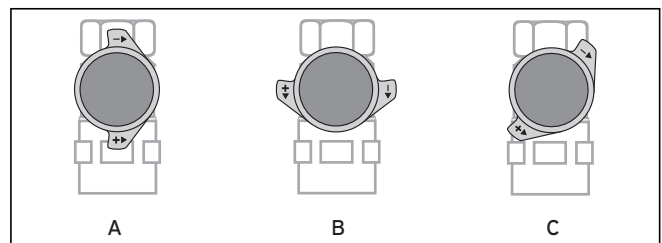

Fig. 11.3 Estación solar (25): las tres posiciones de las llaves de bola (45a y 45b) con válvulas de retención integradas
- Cubra el campo de colectores (63).
- Abra la válvula de retención (30) de la ida del colector girando el asa de la llave de paso roja (45b) con la que está combinada la válvula de retención a 45° (C en la fig. 11.3) de la estación solar (25). De esta forma, la válvula de retención está inactiva (bloqueada) y el líquido puede fluir en ambas direcciones.
- Conecte la manguera de vaciado del dispositivo de llenado con la válvula de llenado y vaciado (58c) a la estación solar (25) e introduzca el otro extremo de la manguera en el bidón lleno de líquido solar Vaillant.
- Cierre completamente la llave de paso del retorno (45a) de la estación solar con el asa azul (B en la fig. 11.3, a 90°).
- Purgue el circuito del colector abriendo todos los purgadores manuales hasta que deje de salir aire. Preste especial atención al purgado de los acumuladores VIH S 120 y 150 (5a), de las hileras de colectores (63) y de la bomba del circuito del colector (KOL1-P).
- Cierre la válvula (58c) y deje funcionar la bomba de llenado hasta que el manómetro (70) indique la presión de funcionamiento (≥ 2 bares, según la planificación de la instalación solar correspondiente).
- Abra completamente la llave de paso (45a) de la estación solar con el asa azul (A en la fig. 11.3, a 0°). De este modo, la válvula de retención combinada con la llave de paso también está activa (desbloqueada) y el líquido sólo puede fluir en una dirección.
- Abra completamente la llave de paso (45b) de la estación solar con el asa roja (A en la fig. 11.3, a 0°). De este modo, la válvula de retención combinada con la llave de paso también está activa (desbloqueada) y el líquido sólo puede fluir en una dirección.
- Asegúrese de que todas las llaves de paso (45) del circuito del colector están abiertas y de que sólo la llave de paso (45a) está cerrada.
- Conecte la manguera de presión (4) de la bomba de llenado (3) a la válvula de llenado y vaciado (58b).
- Introduzca la manguera de aspiración (2) de la bomba de llenado en un bidón (1) suficientemente grande lleno de líquido solar Vaillant.
- Conecte la manguera de vaciado (5) del dispositivo de llenado a la válvula de llenado y vaciado (58c) e introduzca el otro extremo de la manguera en el bidón lleno de líquido solar Vaillant.